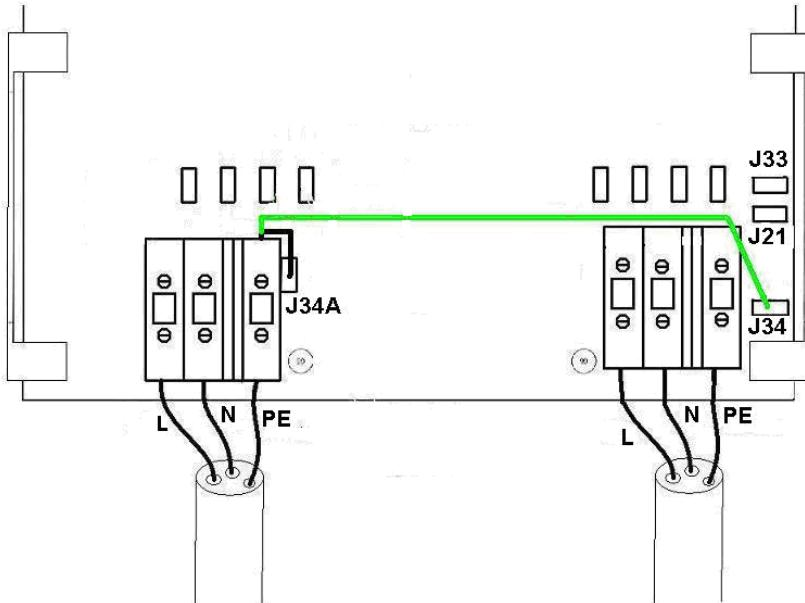

Figure 4: connexion d'entrée à la terre
2.3 Connexion d'entrée à la terre (figure 4)
- Si le bateau est à l'eau, raccorder le fil PE, en provenance de la borne d'entrée PE, au connecteur-poussoir mâle J34A (fil illustré en noir sur la figure 4). Désormais, l'entrée et la sortie sont isolées l'une de l'autre.
- Si le bateau est à terre (hivernage ou maintenance), le conducteur PE du navire doit être raccordé directement à l'entrée PE, pour des raisons de sécurité. Pour ce faire, il suffit de raccorder le fil PE, en provenance de la borne d'entrée PE, au connecteur-poussoir mâle J34 (fil illustré en gris sur la figure 4).